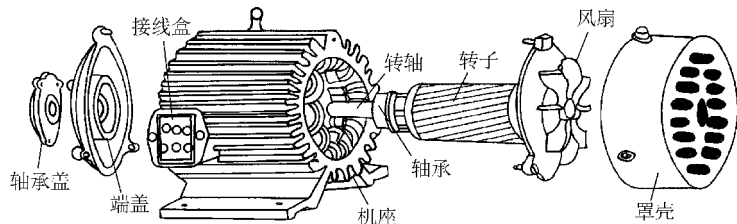

图 3-9 电动机的拆卸顺序
① 拆卸电动机之前,首先应切断电源,并拆除电动机与外部电气连接的导线。
② 拆卸顺序依次为: 带轮或联轴器→前轴承外盖→前端盖→风罩→风扇→后轴承外盖→后端盖→抽出转子→前轴承→前轴承内盖→后轴承→后轴承内盖,如图 3-9 所示。